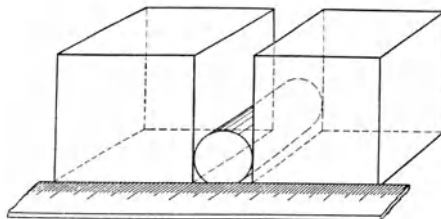

Fig. 7.
n) Lege die Walze so zwischen die beiden Flächen, daß ihre Längsachse diesen parallel läuft, und setze den Maßstab so vor die beiden Klötze, daß seine Teilung dicht an den Klötzen und dem Walzenboden anliegt (Fig. 7). Miß den Abstand ( $d$  cm) der beiden Flächen.